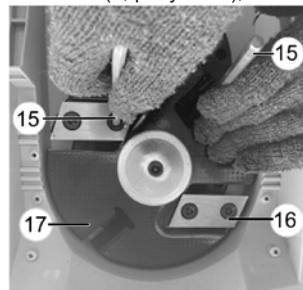

Рисунок 3
- за допомогою шестигранного ключа (15, рисунок 3) зафіксуйте вал платформи з різальними ножами (17, рисунок 3). Відкрутіть обидва фіксуральних гвинти ножевого полотна (16, рисунок 3) другим шестигранним ключем, звертаючи особливу увагу на розташування різальної крайки ножа;